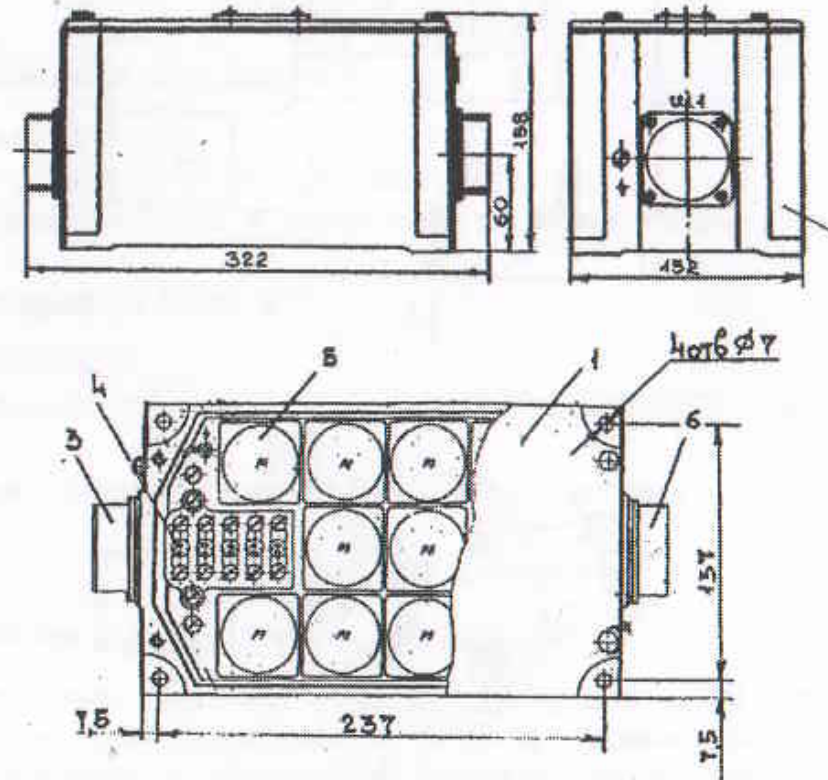

Рис.2. Промежуточный исполнительный орган ПИО-017:
4.2.1. Прибор (рис.2) представляет собой блок поляризованных реле (5) типа РПС5 с подгоночными резисторами (4), вмонтированными в литой корпус (2) с крышкой (1).